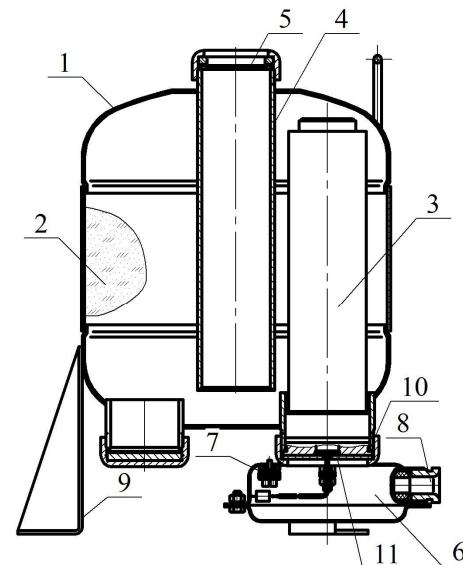

Рисунок 1
- ИХГ-10(М)-01 СИАВ 066614.025.000 ТУ для МПП нормального исполнения или ИХГ-10(М)-02 СИАВ 066614.025.000 ТУ для МПП специального исполнения (поз. 3 рисунок 1) – 1 шт.;
- резиновое кольцо 050-054-25 ГОСТ 9833-73 (поз. 10 рисунок 1) – 1 шт.;
- резиновая прокладка черт. СИАВ 634233.006.023 (поз. 11 рисунок 1) – 1 шт.;
- огнетушащий порошок ИСТО-1 ТУ 2149-001-54572789-00 (поз. 2 рисунок 1) – 9,5 кг;
- мембрана черт. СИАВ 634233.006.003 (поз. 5 рисунок 1) – 1 шт.
4.1.1 МПП (см. рисунок 1) состоит из корпуса **1**, в котором размещаются огнетушащий порошок (ОП) **2** и источник холодного газа (ИХГ) **3**. В верхней части корпуса находится насадок-распылитель **4**, который также выполняет функцию сифонной трубки при выпуске ОП из корпуса. Выходное отверстие насадка-распылителя перекрыто мембраной **5**.